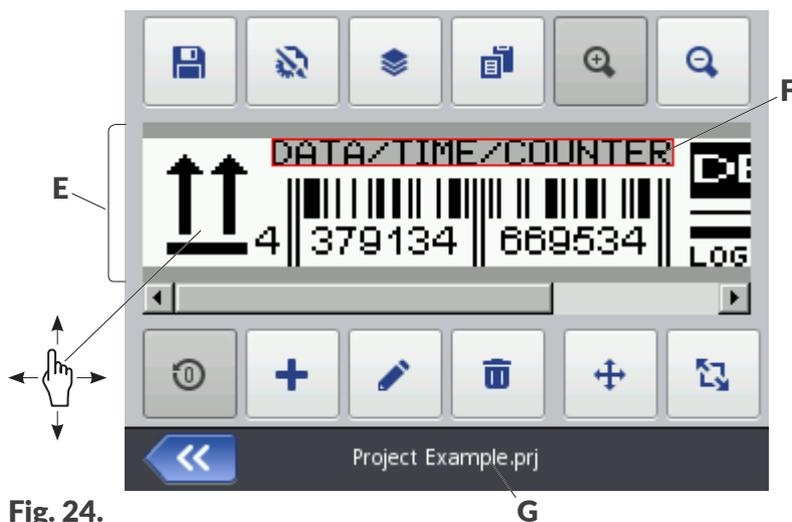

Fig. 24.
- L'oggetto attualmente selezionato è circondato da uno sfondo grigio e da una cornice rossa (vedi **Fig. 24 a pagina 57**).
- Il nome del progetto **G** (vedi **Fig. 24 a pagina 57**) cambia il colore in giallo dopo una qualsiasi modifica del contenuto del progetto. Dopo il salvataggio del progetto il nome cambia di nuovo il colore in bianco.